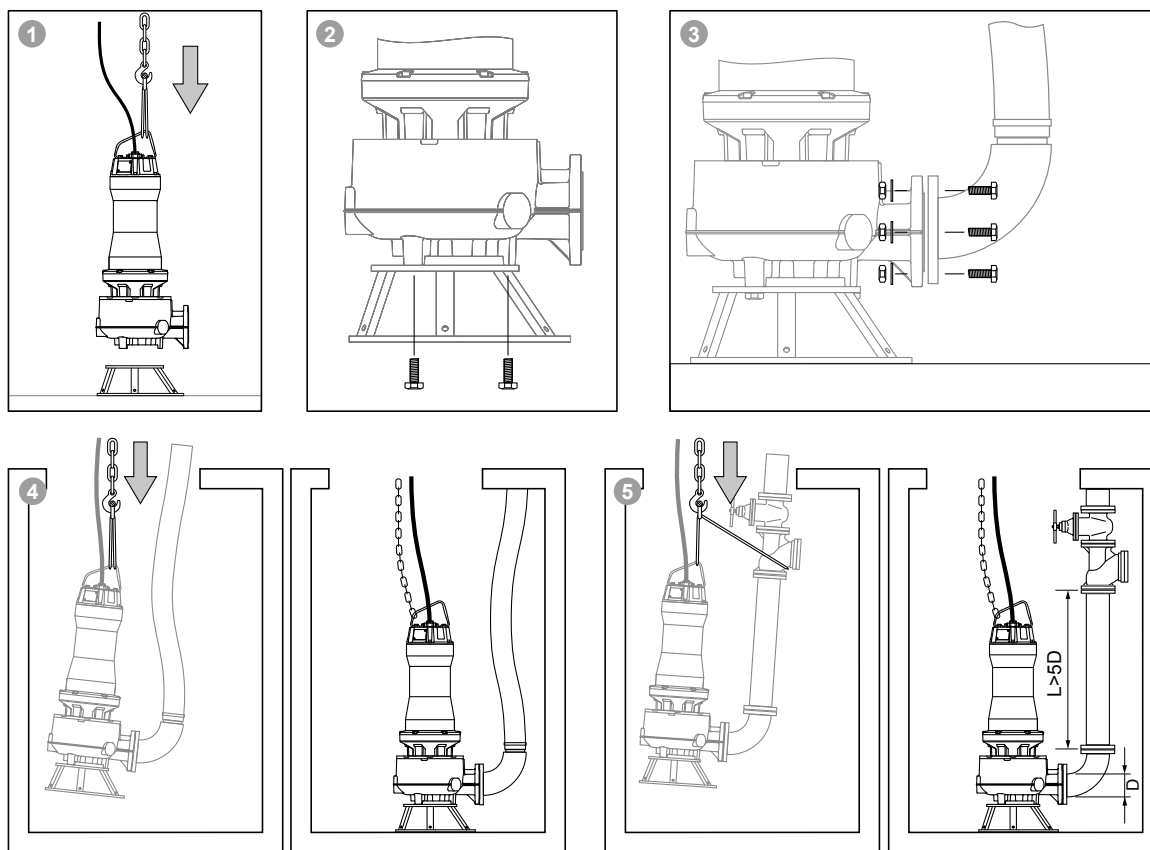

Fig. 13
**Procedura di installazione (Fig. 13)**